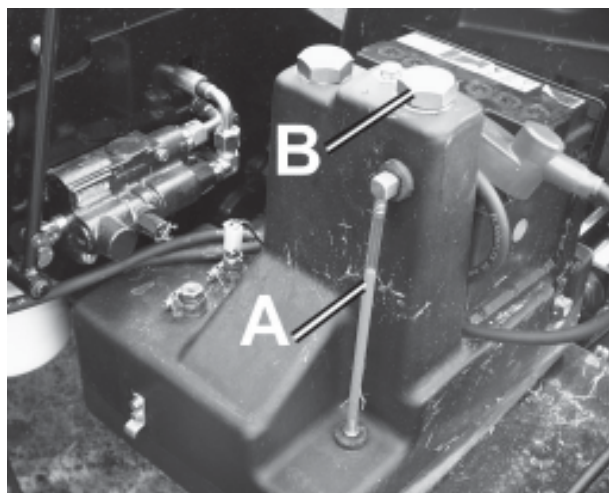

Fig. 16
3. Riempire il serbatoio con circa 38 litri di olio SAE 10W-30 attraverso uno dei tappi di ottone. (B(Fig.16))